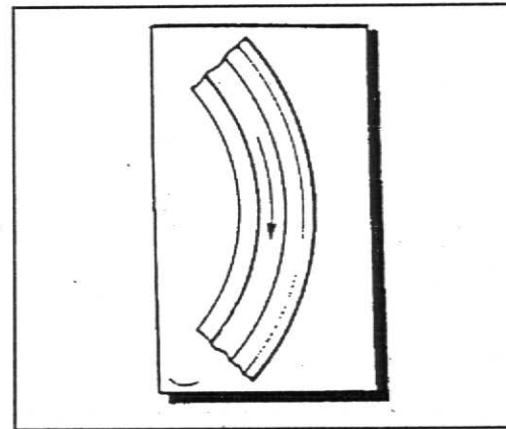

Fig. 21
18. Remova a ferramenta nº 81 30 415 e monte o vedador na tampa, utilizando a ferramenta nº 81 30 435. Lubrifique a parte interna do vedador antes da montagem e posicione-o com a seta no sentido de rotação do motor, fig.21.